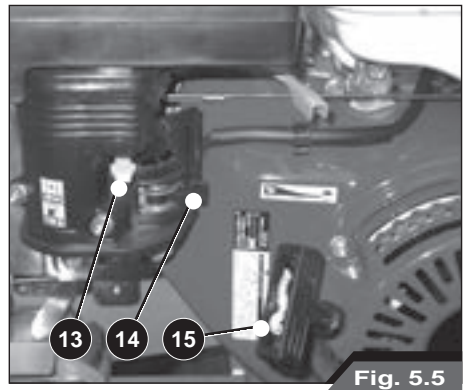

Fig. 5.5
- Maak de klepelmaaier klaar voor de inschakeling door de starterhendel (13) voor benzinemotoren te bedienen. De hendel van de brandstofstroom ON/OFF (14) moet de doorgang van de brandstof (Fig. 5.5) mogelijk maken. Raadpleeg het gebruiksi- en onderhoudsboekje van de motor.